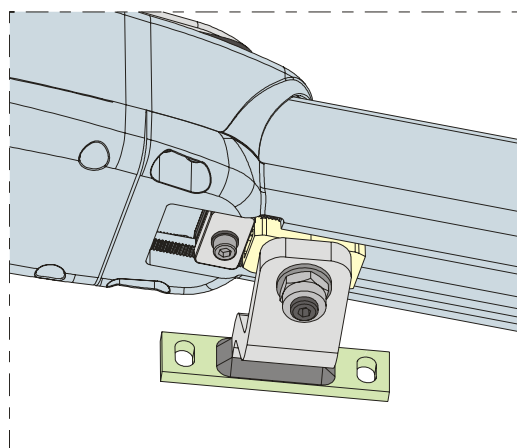

Fig. 18
- 4) Spostare l'arresto in prossimità dell'attacco come indicato in Fig.18.